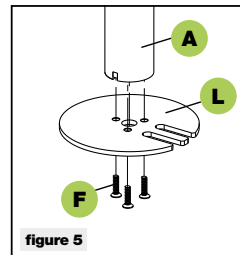

figure 5
2. Install the grommet base plate (l) to the pole (a) using 3pcs M5x14 bolts (f) and tighten using the Allen key (n), see figure 5.
2. Die Lochplatte (l) mit den 3 Schrauben 5x14 (f) am Rohr (a) befestigen und mit dem Innusschlüssel (n) festziehen, wie in Abbildung 5 gezeigt.
2. Monter la base à anneau (l) sur le tube (a) en utilisant 3 vis M5x14 (f) puis les serrer à l'aide de la clé Allen (n), conformément à la figure 5.
2. Instalar la base de anillo (l) en el tubo (a) usando 3 tornillos M5x14 (f) y apretarlos con la llave Allen (n), como en la ilustración 5.
2. Zamontować podstawę pierścieniową (l) na rurze (a) za pomocą 3 śrub M5x14 (f) i dokręcić je kluczem imbusowym (n), jak na rys. 5.